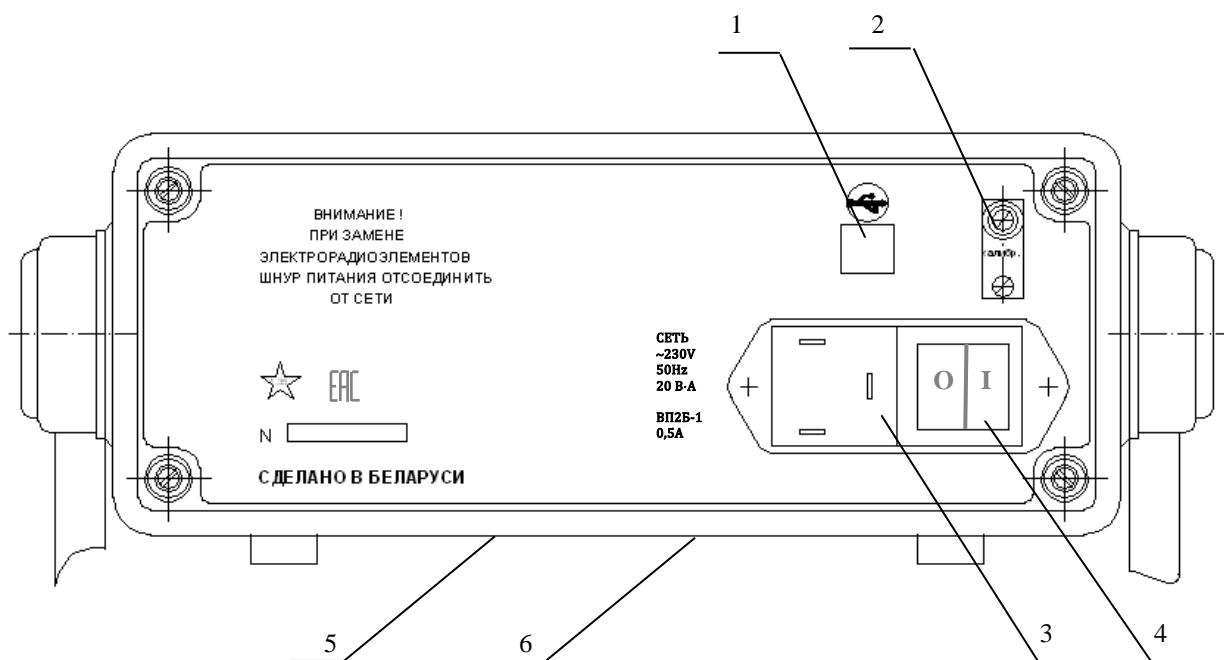

Рисунок 12 - Расположение органов подключения, находящихся на задней панели вольтметра
2.3.3. На задней панели вольтметра (рисунок 12) расположены органы управления и подключения, маркировка которых указана в таблице 2.3.